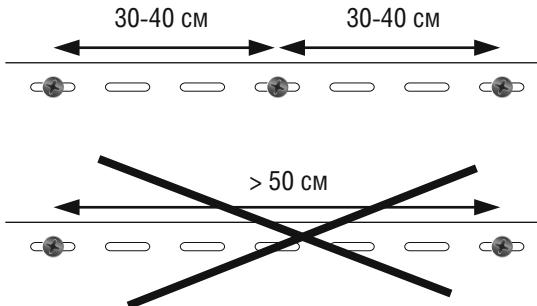

рис. 6
- На обрешеченную поверхность устанавливается стартовая планка по заранее выставленному уровню. Ее крепление производится саморезами через каждые 30-40 см (рис. 6).